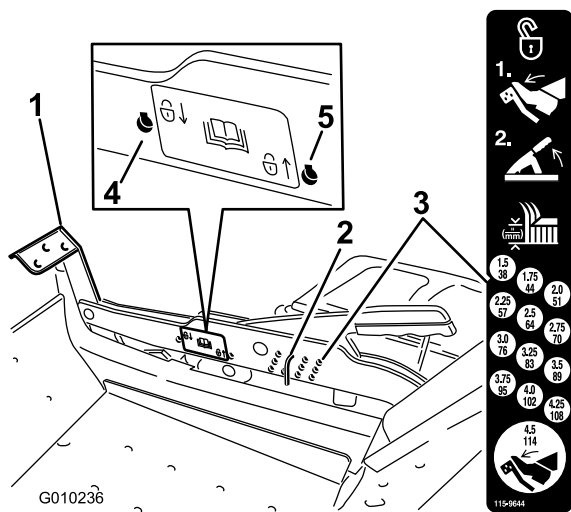

Bild 27
1. Treten Sie mit dem Fuß auf das Mähwerkhubpedal und heben Sie das Mähwerk in die Transportstellung an (auch die Schnitthöhe von 114 mm) (Bild 27).
2. Entfernen Sie den Splint zum Einstellen der Schnitthöhe aus der Schnitthöhenhalterung (Bild 27).
3. Wählen Sie ein Loch in der Schnitthöhenhalterung, das der gewünschten Schnitthöhe entspricht, und stecken Sie den Lastösenbolzen wieder ein (Bild 27).
2. Entfernen Sie den Stift aus der Schnitthöheneinstellhalterung (Bild 27).
3. Wählen Sie das niedrigere Loch auf dem Arretierungsschild und stecken Sie den Stift ein (Bild 27).
4. Wählen Sie das höchste Loch auf dem Arretierungsschild und stecken Sie den Stift ein (Bild 27).